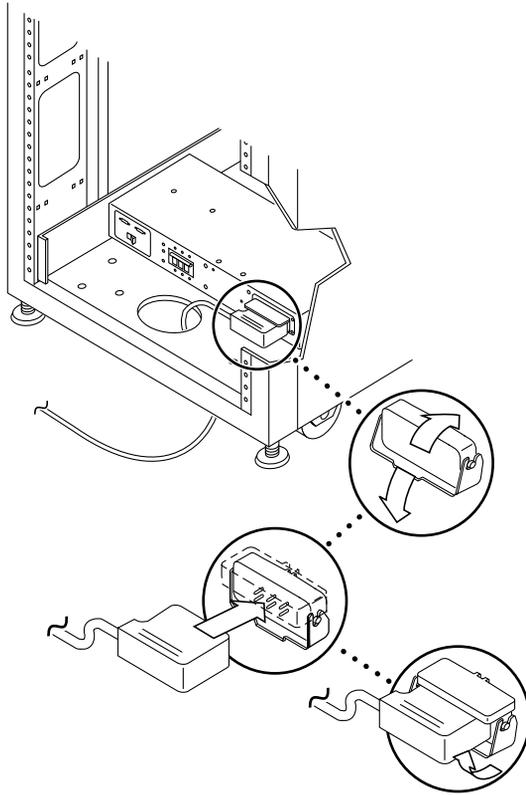

図 B-6 電源ケーブルの接続
4. 正面および背面電源シーケンサに各電源ケーブルを接続します (図 B-6)。